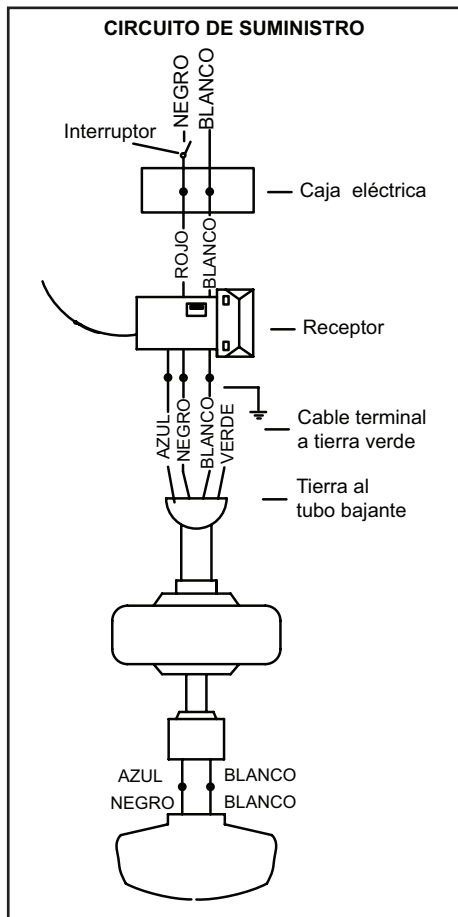

Figura 13
Sigue estos pasos para conectar tu ventilador a tu circuito doméstico. Usa las tuercas de conexión de cable provistas con el ventilador y el control remoto. Asegura los conectores con cinta aislante. Asegúrate de que no haya cables o conexiones sueltas (Figura 13).
1. Conecta el conductor a tierra del cable de 120 voltios (puede ser un cable desnudo o un cable con aislante verde) al (los) cable(s) terminal(es) a tierra verde(s) del ventilador (Figura 13).
2. Conecta el cable blanco del motor del ventilador al cable blanco del receptor, usando una tuerca de cable (Figura 13).
3. Conecta el cable negro del motor del ventilador al cable negro del receptor usando una tuerca de cable (Figura 13).
4. Conecta el cable azul del motor del ventilador al cable azul del receptor usando una tuerca de cable (Figura 13).
usando una tuerca de cable (Figura 13).
6. Conecta el cable blanco del receptor al cable blanco de energía (neutro) usando una tuerca de cable (Figura 13).